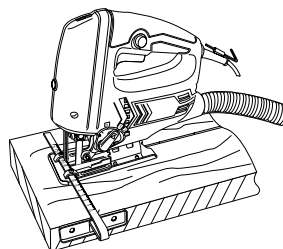

Fig. 15
- > Fixez le guide parallèle [13] sur l'appareil tel que décrit ci-dessus et réglez la largeur désirée (Fig. 15).